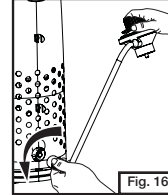

Fig. 16
- Enlevez le régulateur de l'appareil. (Fig. 16)